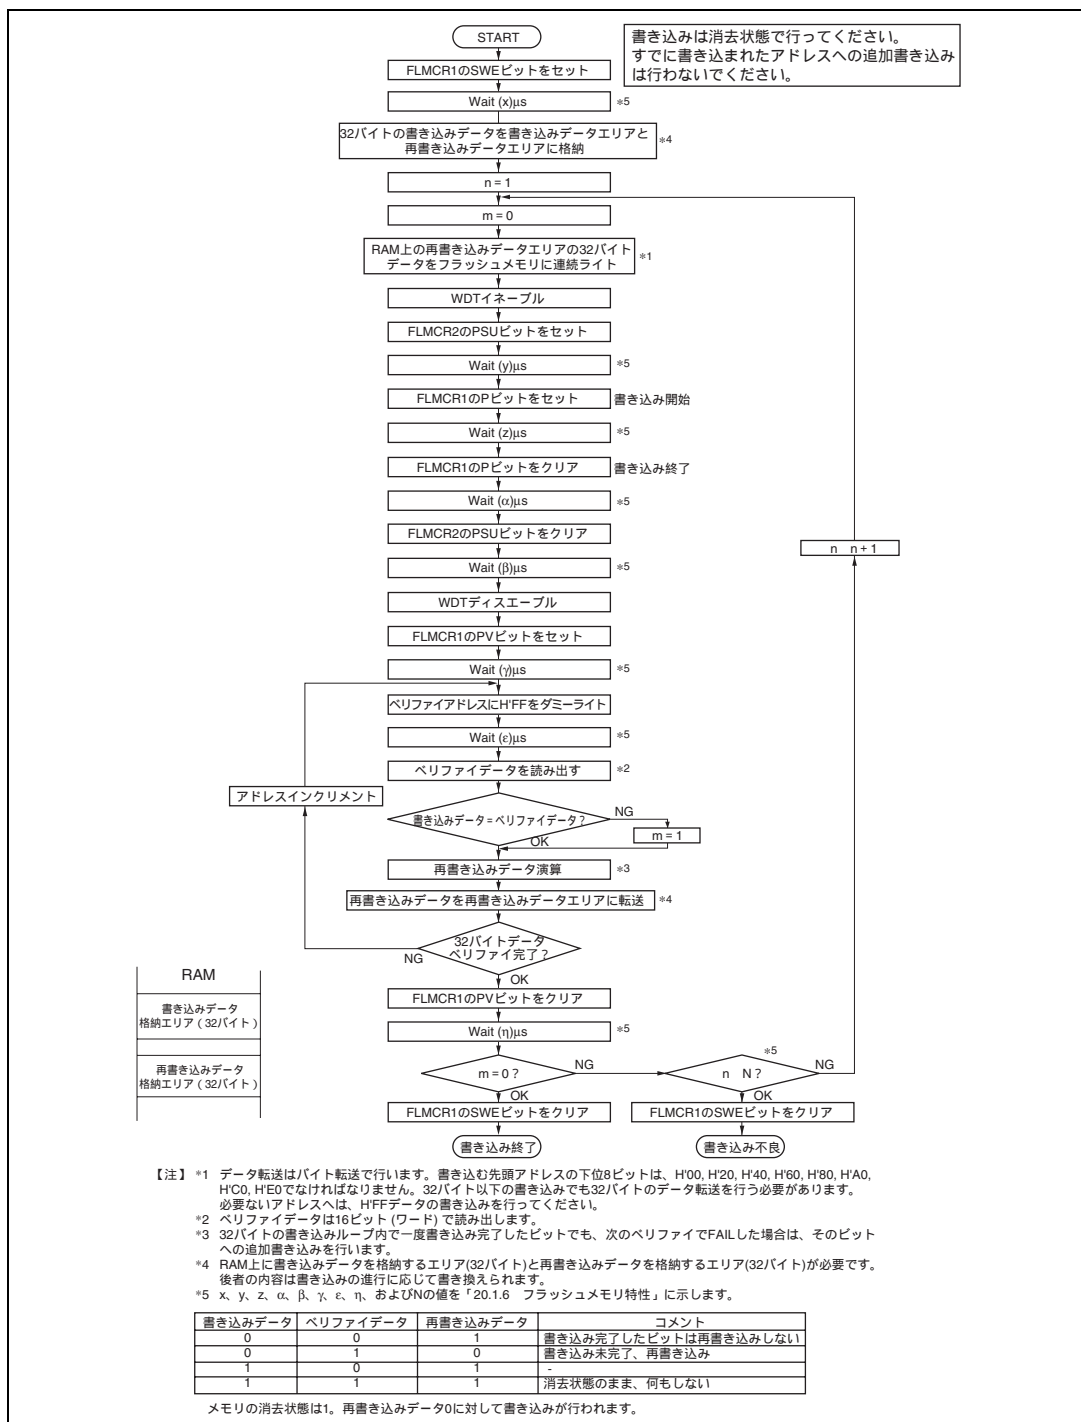

図 17.21 プログラム/プログラムペリファイフロー
フラッシュメモリへのデータ/プログラムの書き込みは、図 17.21 に示すプログラム/プログラムベリファイフローチャートに従って行ってください。このフローチャートに沿って書き込み動作を行えば、デバイスへの電圧ストレスやプログラムデータの信頼性を損うことなく、フラッシュメモリへデータ/プログラムの書き込みを行うことができます。また、1回の書き込みは、32 バイト単位で行ってください。
一定の書き込み時間経過後、書き込みモードを解除 (FLMCR1 の P ビットを 0 にクリア後、 (α) μs 以上の時間が経過してから FLMCR2 の PSU ビットを 0 にクリア) します。次にウォッチドックタイマを $(y+z+\alpha+\beta)$ μs 以上の時間が経過してから解除し、FLMCR1 の PV ビットをセットすることで、動作モードはプログラムベリファイモードへ遷移します。プログラムベリファイモードでは、リードする前にリードするアドレスにデータ H'FF をダミーライトしてください。ダミーライトは (γ) μs 以上の時間が経過してから行ってください。この状態でフラッシュメモリをリード (ベリファイデータは 16 ビットで読み出す) するとラッチしたアドレスのデータが読み出されます。このリード動作は、ダミーライト後、 (ε) μs 以上おいてから行ってください。次に書き込みデータとベリファイデータを比較し、再書き込みデータを演算 (図 17.21 参照) し、再書き込みデータを再書き込みデータエリアに転送します。32 バイト分のデータのベリファイが完了後、プログラムベリファイモードを解除し、 (η) μs 以上の待機時間を置いて、FLMCR1 の SWE ビットを 0 にクリアしてください。再度書き込みが必要な場合は、再度プログラムモードに設定し、同様にプログラム / プログラムベリファイシーケンスを繰り返してください。ただし、同一ビットに対するプログラム / プログラムベリファイシーケンスの繰り返しは、 (N) 回を超えないようにしてください。